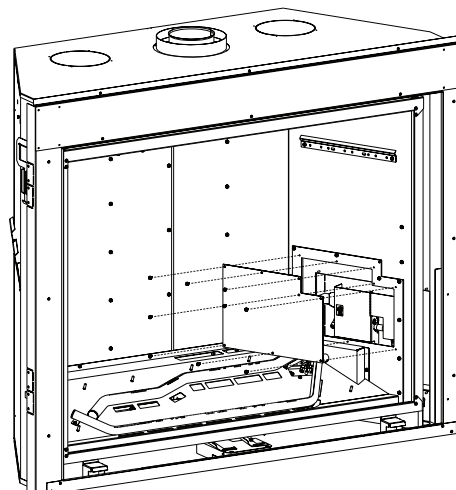

Figure 73
5. Enlever le panneau d'accès. Voir Figure 73.